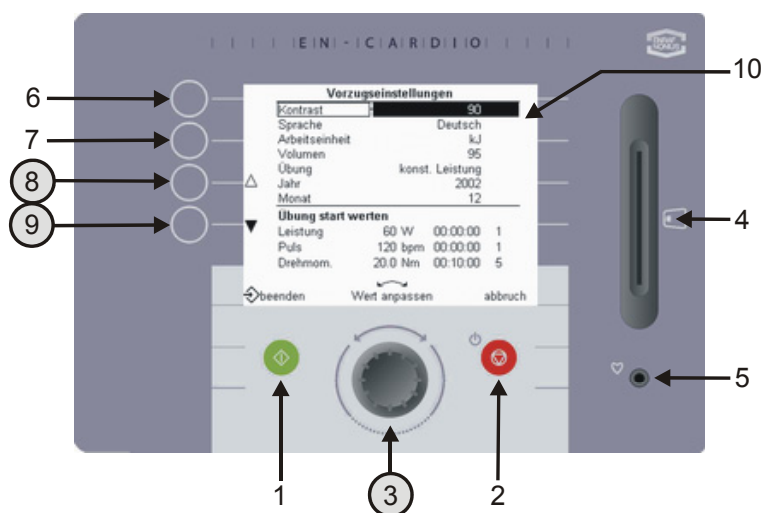

Abbildung 14 Einstellfenster nach der Eingabe der Vorwahl
Ein Beispiel für die herstellerseitig vorgegebenen Werte ist die Schnellstartoption (Kapitel 6). Die fabriksseitigen Einstellungen sehen wie folgt aus (siehe Abbildung 14):
2. Wenn sich das Gerät ausschaltet, betätigen Sie gleichzeitig die Tasten 6 und 9. Daraufhin erscheint das Vorwahlmenü (Abb. 14).
3. In diesem Menü können Sie anhand der Tasten 8 und 9 verschiedene Einstellungen ändern. Mit der Drehtaste (3) lassen sich die vorgegebenen Werte anpassen.